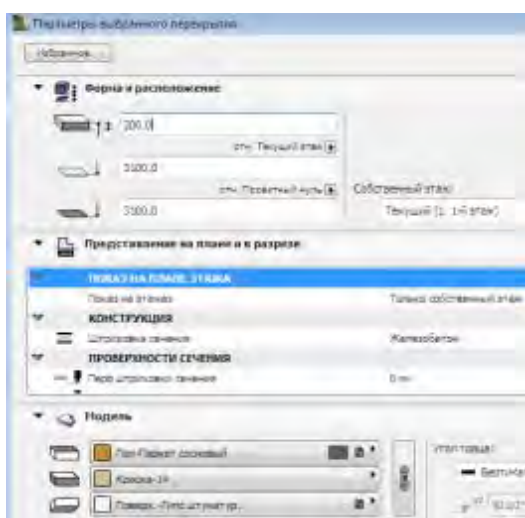
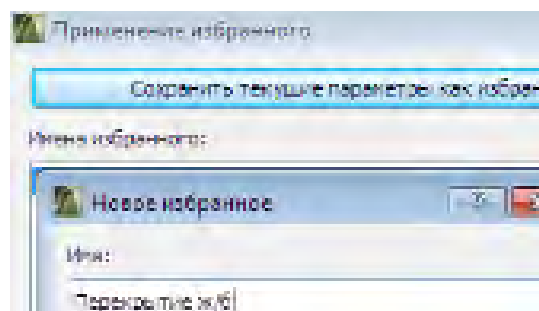

Рис. 52
Рис. 53
2. Выберите инструмент **Перекрытие** и затем установите его параметры в соответствии с геометрическими характеристиками (рис. 52), определенными для наружных стен индивидуальным заданием на проектирование. Сохраните их в избранном под именем **Перекрытие ж/б** (рис. 53).